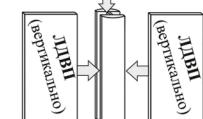

рис.1
5. Полозки для ящиков необходимо приворачивать на боковины изделия отступая 1 см от края согласно разметке, до того как будет собрана вся секция целиком (рис. 1, 2).